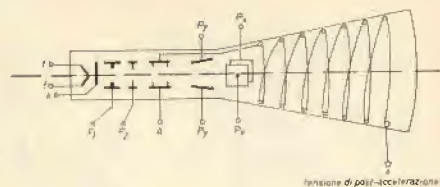
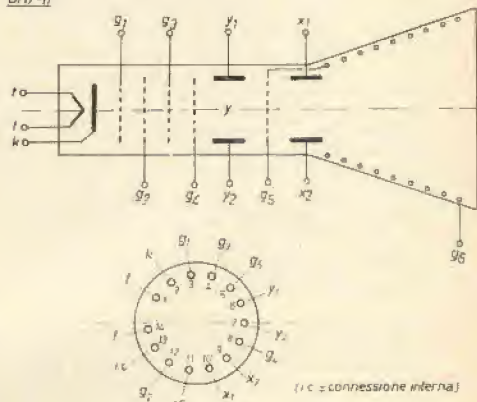

figura 3
figura 4
Più precisamente si migliora la simmetria del sistema, così da non avere astigmatismi; poi si migliora il cannone elettronico, cioè l'elettrodo focalizzatore si complica, diventa molto più raffinato di quello descritto. Gli elettroni vengono accelerati pochissimo da un potenziale anodico molto basso, e focalizzati dall'elettrodo focalizzatore; ora, data la bassa velocità di cui sono dotati, rimangono a lungo nel campo delle placchette di deflessione, venendo così fortemente deflessi. A questo punto però li si deve accelerare molto, dotandoli di elevata energia, così da avere una traccia luminosa sullo schermo; questa post-accelerazione (si chiama così) non può essere fatta da un elettrodo semplice di forma sostanzialmente anulare come i precedenti. Si usa allora una elica, di materiale conduttore, depositata all'interno della parte conica del tubo, connessa da un lato all'anodo, e all'altro a un potenziale di qualche migliaio di volt: si ha così un campo tale da accelerare uniformemente il fascetto di elettroni, in qualunque posizione questo sia portato dalla deflessione subita dalle placchette (vedi figura 3).
Lo schermo ha un diametro di sette centimetri, ed è piano. Il tubo ha una post-accelerazione con elettrodo elicoidale ed è stato studiato per oscilloscopi transistorizzati. Lo schema è a figura 4.
- 5) Come già fatto notare, nello schema di pagina 736 (figura 3) la R_4 è collegata al positivo della batteria come del resto si può vedere nella figura 4 della stessa pagina.